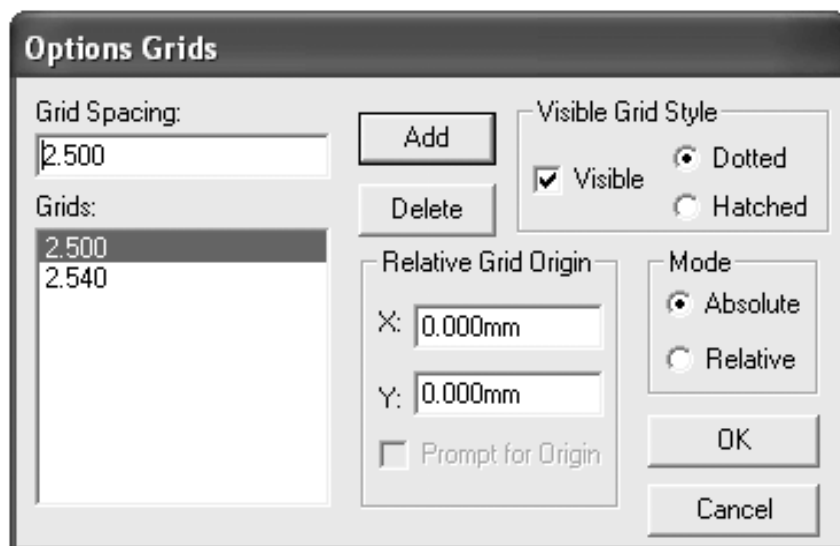

Рис. 3.8. Установка шага сетки
7. Последним шагом при создании шаблона является установка шага сетки привязки элементов. В меню **Options** следует выбрать **Grids...** В появившемся диалоговом окне **Options Grids** (Установка сетки) (рис. 3.8) указывается шаг сетки 2.5 мм (рекомендация [9]). В [10, 15, 18] рекомендуется использовать шаг равный 2 мм, что совсем неудобно. Хотя во время работы с библиотеками различных авторов возможно изменение сетки до 0.25 мм.